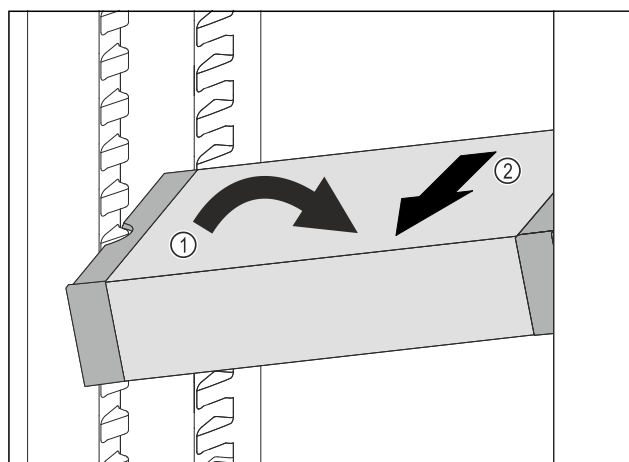

Fig. 174
- Impostare il vano frigorifero di VarioSafe ad angolo. Fig. 174 (1)
- Rimuovere VarioSafe tirando in avanti. Fig. 174 (2)